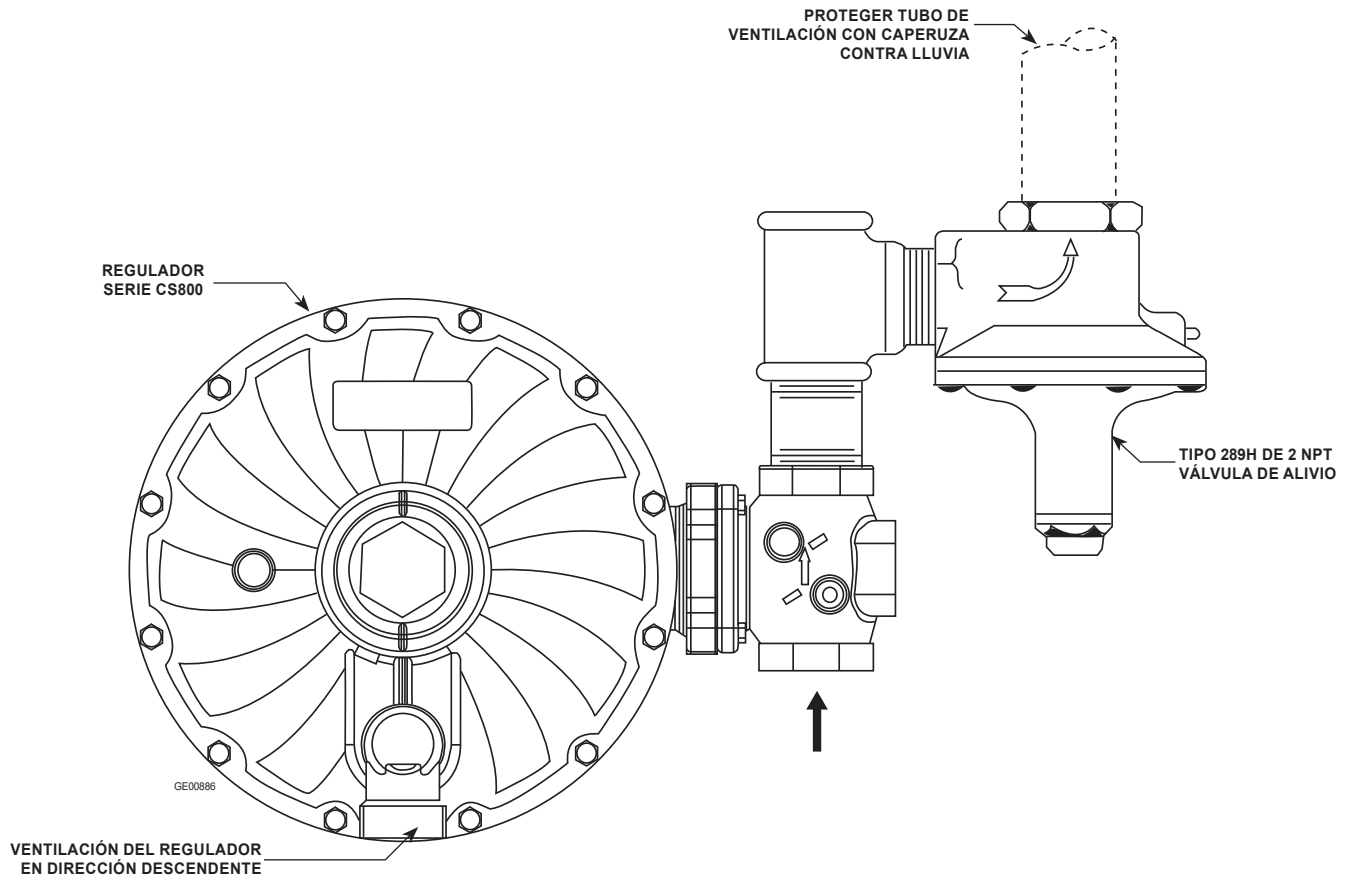

Figura 8. Regulador Serie CS800 instalado con ventilación en dirección descendente y una válvula de alivio Tipo 289H para capacidad de alivio alta
Todas las ventilaciones deben permanecer abiertas para permitir el flujo libre de gas hacia la atmósfera. Proteja las aberturas para evitar la entrada de lluvia, nieve, insectos o cualquier otro material extraño que pueda obstruir la ventilación o la línea de ventilación. Para instalaciones en exteriores, la caja del resorte debe estar hacia abajo para permitir el drenaje de la condensación (consultar la Figura 8). Esto minimiza la posibilidad de congelamiento y de que ingrese agua u otros materiales extraños por la ventilación e interfieran con el funcionamiento adecuado.
- **Instalar el regulador con la ventilación en posición vertical hacia abajo (consultar la Figura 8).** Si la ventilación no puede instalarse en posición vertical hacia abajo, el regulador debe instalarse bajo una cubierta de protección por separado. Instalar el regulador con la ventilación hacia abajo permite que drene la condensación, minimiza el ingreso de agua u otras partículas en la ventilación y minimiza los bloqueos por precipitación de congelamiento.
Si el regulador se usa junto con una válvula de alivio Tipo 289H, debe instalarse como se muestra en la Figura 8. El extremo externo de la línea de ventilación debe estar protegido con un conjunto impermeable. El Tipo 289H debe configurarse 25 mbar / 10 in. w.c. más alto que la configuración de presión de salida del regulador, hasta una presión de salida máxima de 75 mbar / 30 in. w.c. En casos de presiones más altas, configurar el Tipo 289H con valores 52 mbar / 0.75 psi más altos que la configuración de presión de salida del regulador. Para obtener más información, consultar el Manual de instrucciones de la Serie 289 (D100280X012).
1. Para reiniciar adecuadamente el cierre rápido Tipo VSX8 luego de haberlo desplazado hasta la posición de cierre, insertar un destornillador de cabeza plana en la posición que se muestra en la Figura 8, en la parte posterior del botón de reinicio (consultar el Manual de instrucciones del Tipo VSX8, clave 30, Figura 8).